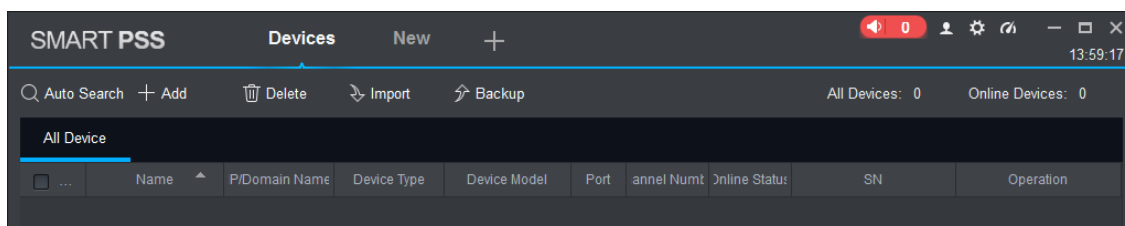

Figura 5-1
1. En la interfaz "Dispositivos", haga clic en "Búsqueda automática", como se muestra en la Figura 5-1. El sistema muestra la interfaz de "Búsqueda automática", como se muestra en la Figura 5 2